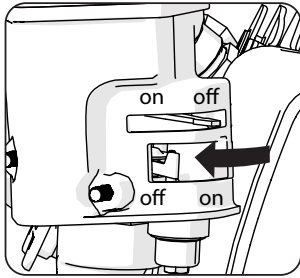

Fig. 16
- Permita que el motor se detenga completamente y gire el grifo de combustible a la posición «OFF» (apagado). (Fig. 16)